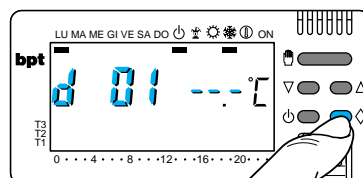

Fig. 68
13.7 - Premere due volte il pulsante \diamond (fig.68).